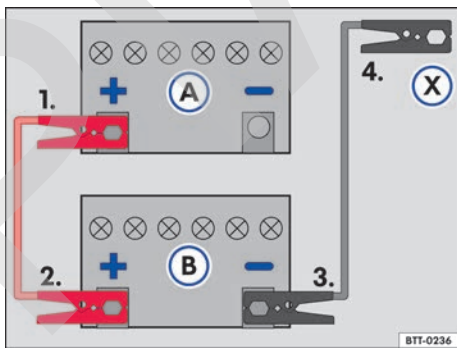

Fig. 157 Esquema para la conexión de los cables auxiliares de arranque: batería del vehículo descargada (A) y batería del vehículo que provee la corriente (B).
Leyenda para → fig. 157:
- Conectar un extremo del cable de arranque auxiliar *rojo* al polo positivo → fig. 157 ⊕ del vehículo con la batería del vehículo descargada ③ → ⚠.
- Conectar el otro extremo del cable de arranque auxiliar *rojo* al polo positivo ⊕ de la batería del vehículo que suministra corriente ④.
- Conectar un extremo del cable auxiliar de arranque *negro* al polo negativo ⊖ de la batería que brinda corriente ⑤ al vehículo.
- Conectar el otro extremo del cable de arranque auxiliar *negro* ⊗ al vehículo con la batería del vehículo descargada en una pieza maciza de metal atornillada firmemente al bloque del motor o en el mismo bloque del motor - aunque no cerca de la batería ⑥ → ⚠.